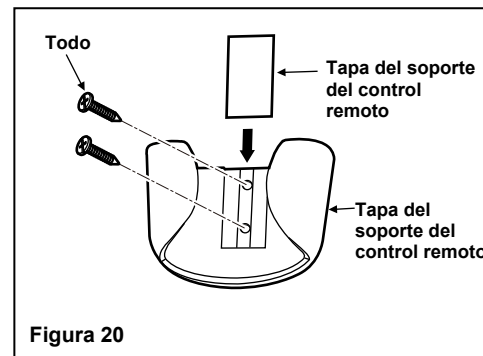

Figura 20
**Paso 2.** Fije el soporte del control remoto con los dos tornillos de montaje del soporte del control remoto proporcionados. (Figura 20)